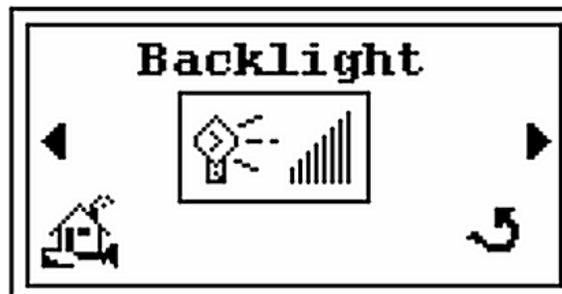

Figura 2-19 Schermata Backlight (Retroilluminazione)
2. Premere ► per visualizzare la schermata *Backlight* (Retroilluminazione) (Figura 2-19).